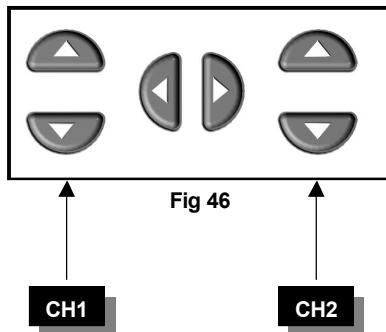

Fig 46
- Premere il tasto "t-V/div", quindi spostarsi con i tasti freccia ▲ o ▼ per modificare la sensibilità di ingresso (V/div) (Fig 46)
- Druk eerst de „t-V/div“ toets in en wijzig dan de ingangsgevoeligheid (V/div) met de ▲ of ▼ cursortoetsen (Fig 46)
- Pressez d'abord la touche „t-V/div“ et ajustez ensuite la sensibilité d'entrée (V/div) avec les touches du curseur ▲ ou ▼ (Fig 46)